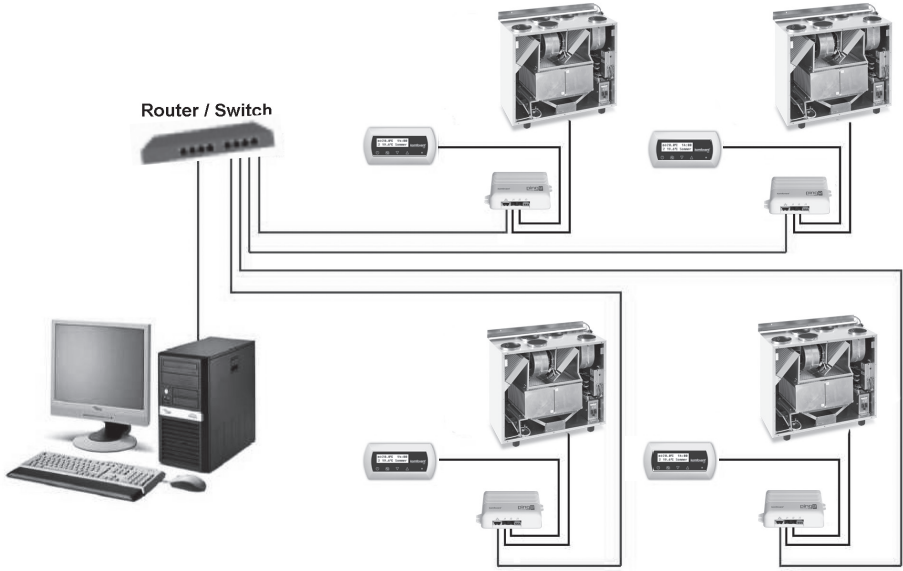

Bild 3a
2. IP-Adresse des Ping2, wenn die Geräte am Ethernet-Netzwerk angeschlossen sind (siehe Bild 3a).